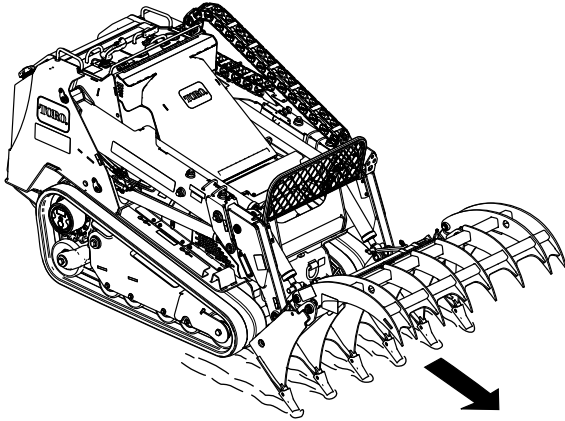

Figure 6
1. Pour creuser ou ratisser avec la mâchoire inférieure, ouvrez les mâchoires et enfoncez les dents de la mâchoire inférieure dans le sol (Figure 6).